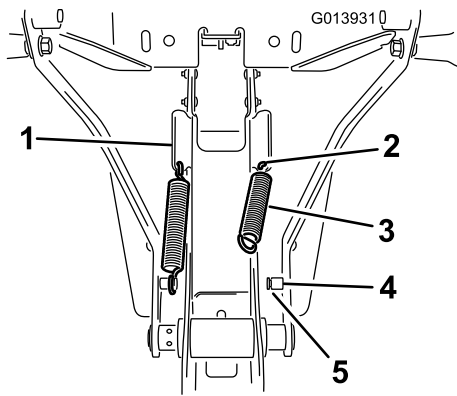

図 7
1. フレーム・アセンブリの側面にあるアングル・タブの下端についている穴にスプリングを取り付ける(図 7)。
2. スプリングの一方の端を穴に引っ掛け、もう一方の端をスプリングポストに引っ掛ける (図 7)。
3. スプリングの端部が柱の溝に適切にはまっていることを確認する (図 7)。